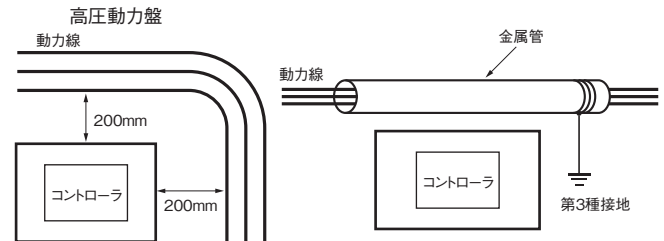

図11. 動力線からコントローラを隔離する方法の一例
- ⑥高圧線や動力線から200mm以上離してコントローラを取りつけるか、または高圧線や動力線を金属管配線して金属管を完全にD種接地(第3種接地)する。(図11. 参照)